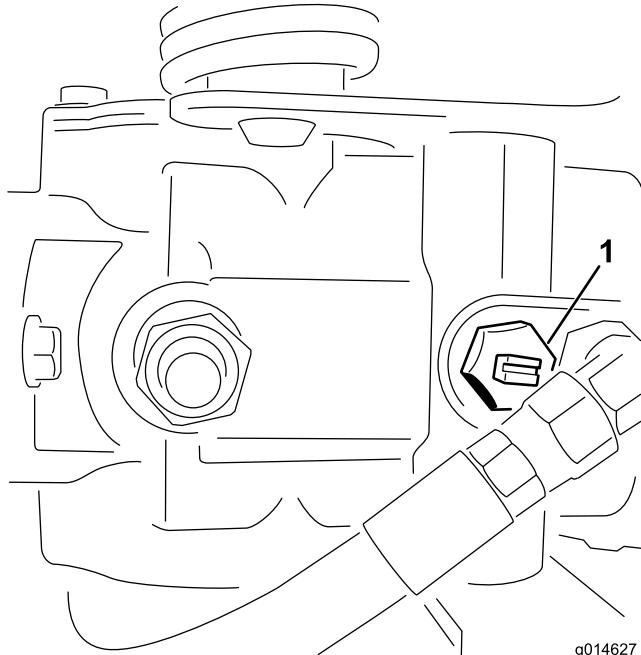

Figura 39
1. Localice la válvula de desvío en la bomba y gírela hasta que la ranura esté en posición vertical (Figura 39).
2. Antes de arrancar el motor, cierre la válvula de desvío girándola hasta que la ranura esté horizontal (Figura 39). No arranque el motor con la válvula abierta.